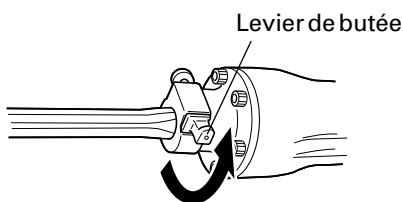

Fig. 3
- (3) Verrouiller l'outil en tournant le levier de butée d'un demi-tour dans la direction opposée. (Fig. 3)